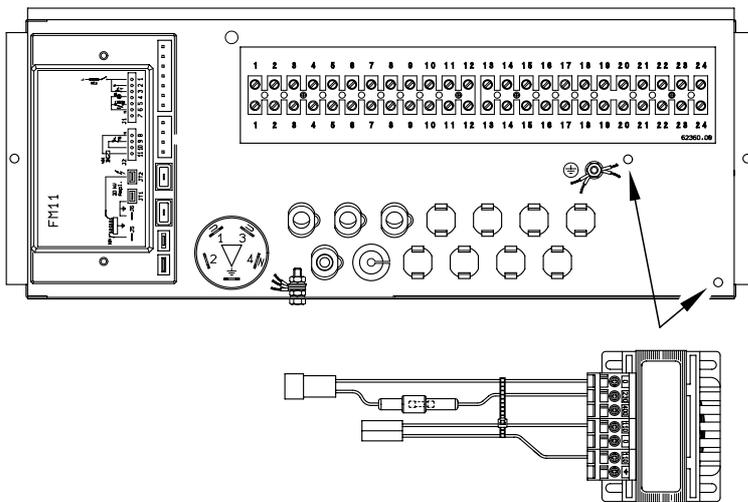

Fig. 6/a
Pour le branchement électrique, il faut consulter les schémas de la figure 6.
Toutes les fonctions de la chaudière peuvent être gérées par la régulation électronique optionnelle code 8096303, fournie avec la sonde de température externe (SE), sonde immersion chaudière (SC) (fig. 7). La régulation électronique prévoit le branchement d'une autre série de connecteurs à basse tension pour le branchement des sondes et de l'unité milieu ambiant (les connecteurs se trouvent dans un sachet à l'intérieur du tableau de commande). Le bulbe de la sonde de bouilleur extérieure éventuelle (SS), optional cod. 6277110, doit être introduit dans la gaine du ballon et celui de la sonde chaudière (SC) dans la gaine de la sonde de température externe (SE), respecter les instructions figurant sur l'emballage de la sonde elle-même. Pour procéder au branchement électrique, se référer au schéma de la figure 6.